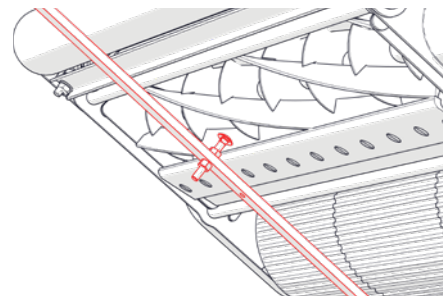

Fig. 8G – Repita o processo no lado contrário
- Repita o Passo 7 para a segunda posição, no outro lado da cassette (Fig. 8G).
8. Repita o Passo 7 para a segunda posição, no outro lado da cassete (Fig. 8G).